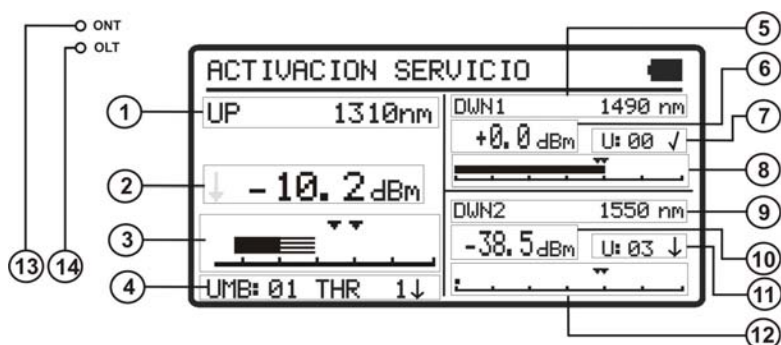

Figura 10.- Pantalla ACTIVACIÓN SERVICIO.
- 3.- Pulse **SEL**  [4] para entrar en la pantalla (ver figura 10).